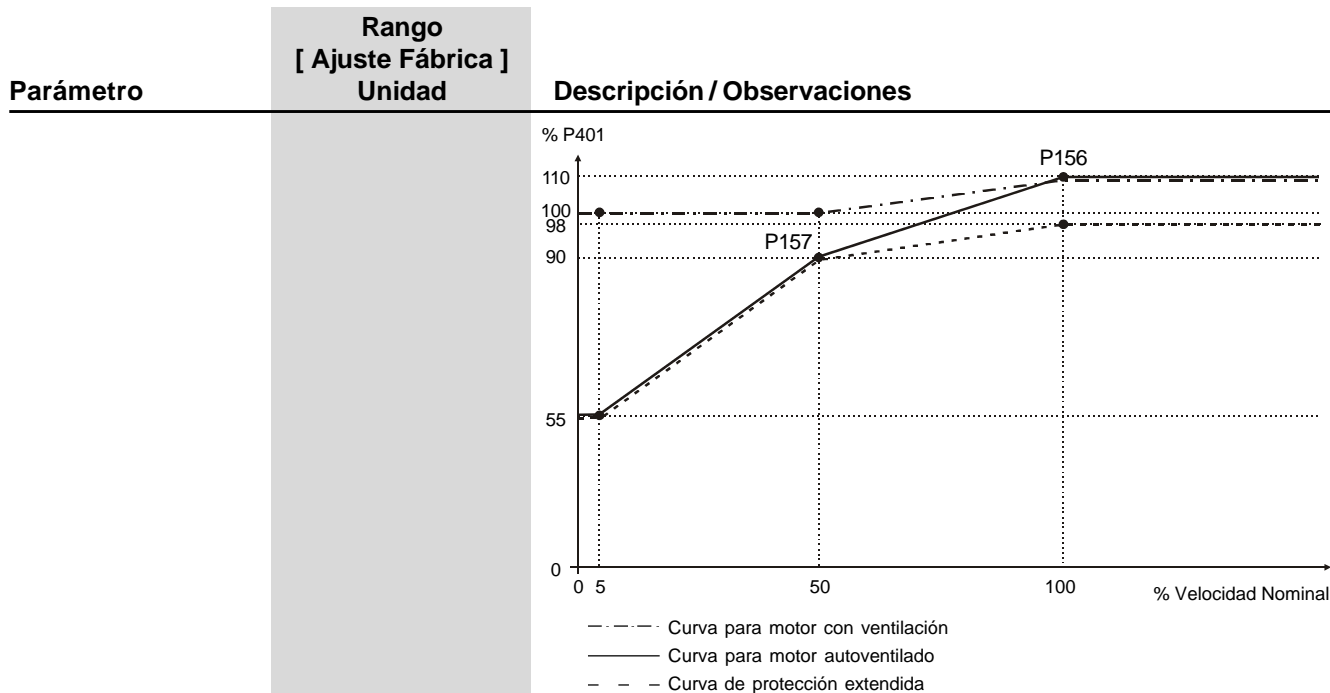

Figura 6.18 - Niveles de la protección de sobrecarga
- La corriente de sobrecarga es obtenida en función de la velocidad que se está aplicando al motor, de acuerdo con la curva de sobrecarga. Los parámetros P156, P157 y P158 son los tres puntos utilizados para formar la curva de sobrecarga del motor, presentada en la figura 6.18 para el ajuste de fábrica.